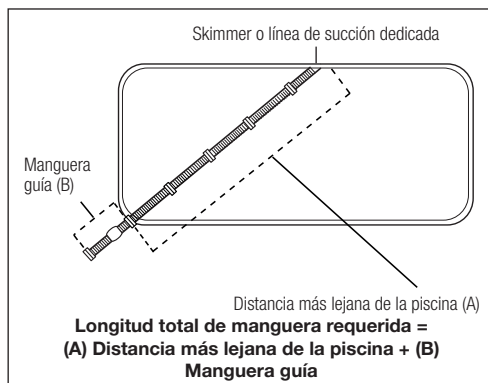

Figura 5. Determine la longitud correcta de la manguera
1. Mida suficiente manguera para alcanzar el punto más alejado de la piscina desde el skimmer o la línea de succión dedicada. Retire las secciones de manguera adicionales, según sea necesario. Véase (A) en la Figura 5, más abajo.
2. A continuación, conecte la manguera guía (b) al extremo donde se conectará el cabezal del limpiafondos. Véase (B) en la Figura 5, más abajo. La longitud adicional permite al limpiafondos llegar al punto más alejado de la piscina si se forma un bucle mientras está en funcionamiento.